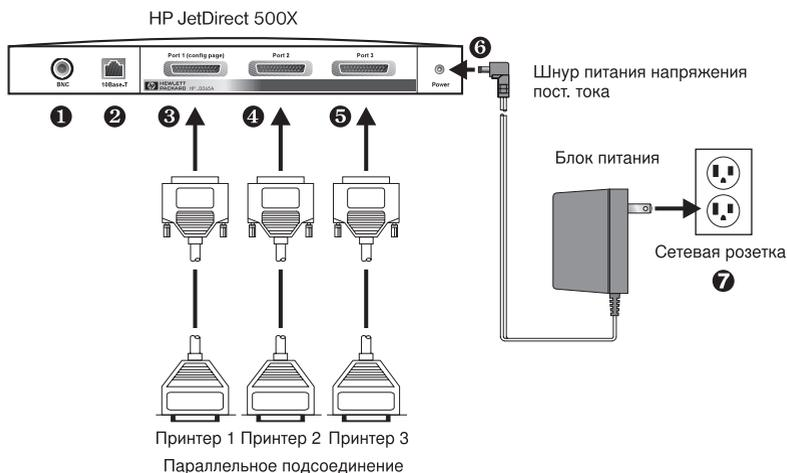

Рис. 2.2 Аппаратные соединения при использовании блока электропитания США для сервера печати HP JetDirect J3265
Примечание В приводимом ниже описании порядка действий номера на темном фоне соответствуют номерам на рис. 2.2. Серверы HP JetDirect 300X, 170X и EX Plus имеют один порт для принтера ⑤. Серверы HP JetDirect 500X Token Ring и 300X не оснащены портом BNC ①. В серверах HP JetDirect 500X и 300X разъем RJ-45 ② используется для работы на одной из скоростей: 10 или 100 Мбит/сек. Серверы печати JetDirect 170X и EX Plus 3 не оснащены портом BNC ①.
5. Подсоедините принтер к сети ❶ или ❷.
6. Подсоедините сервер печати к принтеру (принтерам) ❸, ❹ и ❺.